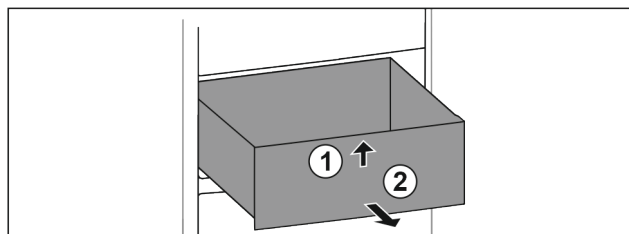

Fig. 22
- ▶ Unieść szufladę z przodu. Fig. 22 (1)
- ▶ Wyjąć szufladę do przodu. Fig. 22 (2)